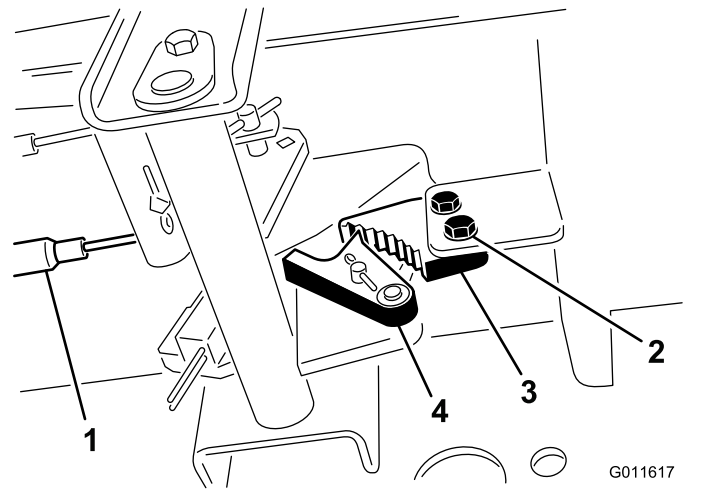

Figura 46
1. Afloje los 2 tornillos que fijan el trinquete del freno de estacionamiento al bastidor (Figura 46).
2. Pise el pedal del freno de estacionamiento hacia adelante hasta que la uña se engancha a fondo en el trinquete del freno (Figura 46).